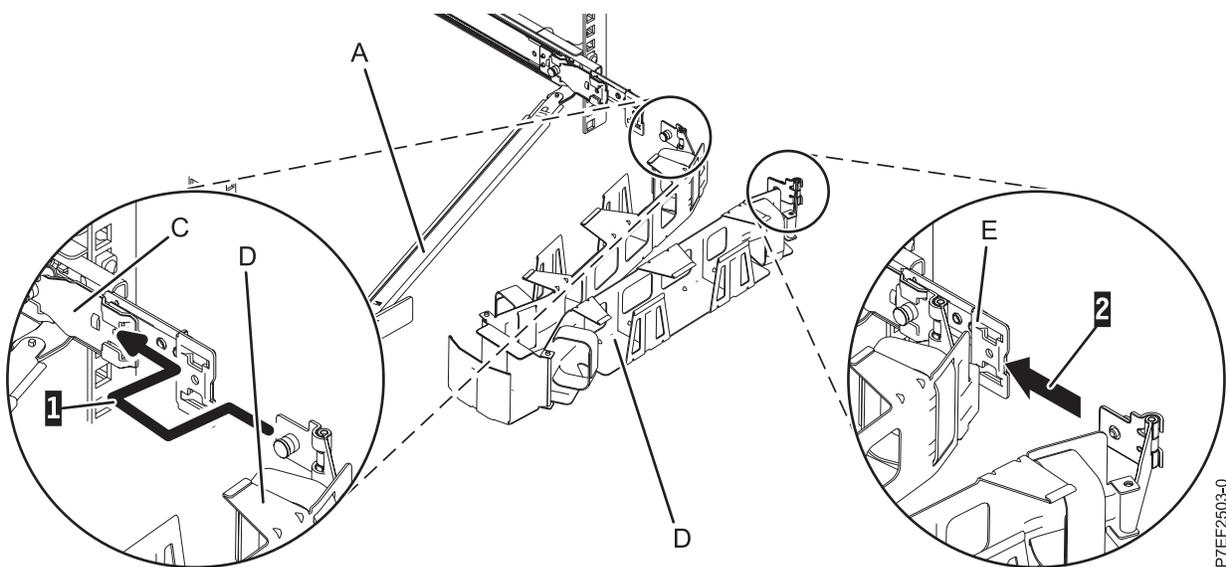

Abbildung 17. Kabelträger anschließen
6. Platzieren Sie den Kabelträger (D) auf dem Stützarm (A). Schieben Sie die erste Lasche des Kabelträgers (1) in die Aussparung am Befestigungswinkel (C). Drücken Sie auf die Lasche, bis die gefederte Verriegelung einrastet. Schieben Sie die andere Lasche des Kabelträgers in die Erweiterungshalterung (E) an der Außenseite der rechten Schiene (2). Drücken Sie die Lasche, bis die gefederte Verriegelung einrastet, wie in Abb. 17 dargestellt.